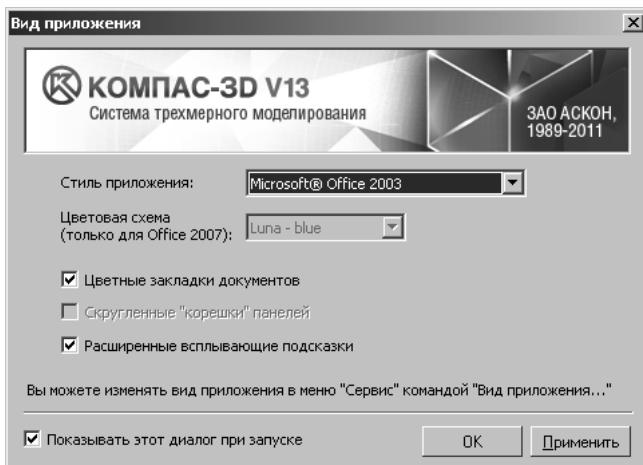

Рис. 1.1
2. Вставьте в привод DVD-ROM компакт-диск. Откройте папку *kompas-3D\_V13*, затем *MCAD* и запустите файл *Setup.exe*. На экране возникнет диалоговое окно **Установка КОМПАС-3D V13** (рис. 1.1).